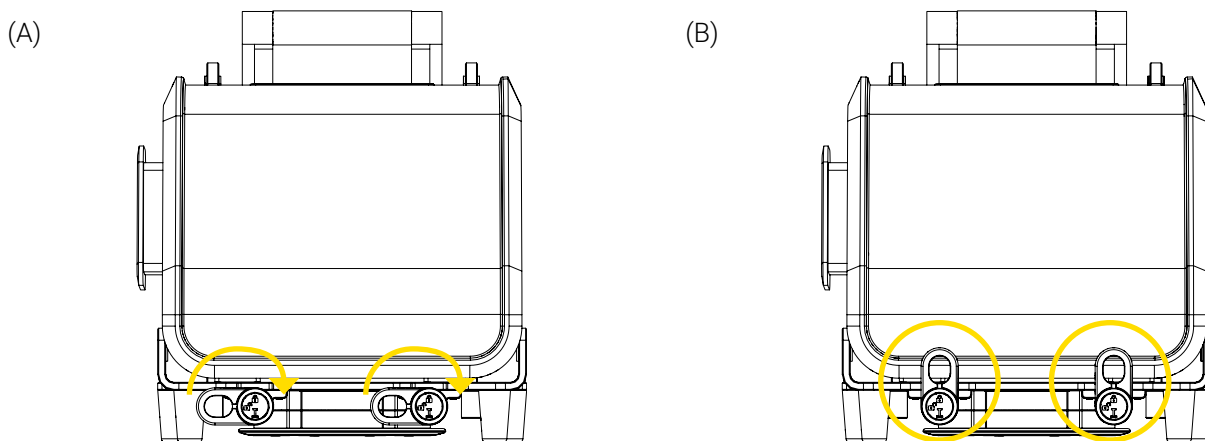

Figure 4: Verrouillage du support Bracket Pro Serie 60 - FL
3. Tourner les deux (2) verrous rotatifs un quart de tour dans le sens horaire à la position verrouillée  afin de sécuriser l'appareil médical dans le support (Figure 4).